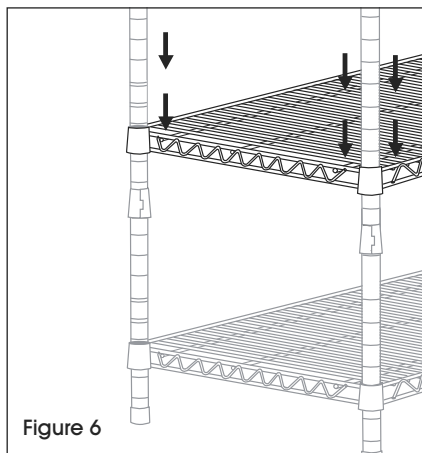

Figure 6
4. Déterminez la hauteur de la tablette suivante, enclenchez les supports, puis ajoutez et fixez la tablette. Répétez l'étape 4 pour ajouter les tablettes restantes. (Voir Figure 6)